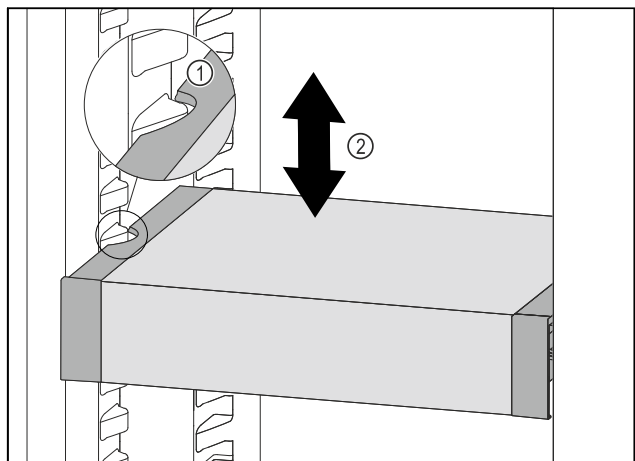

Fig. 100
- Húzza előre a VarioSafe fiókot annyira, hogy a VarioSafe oldalsó kivágásai a hűtőréssben a tartóborda magasságában legyenek. Fig. 100 (1)
- A hűtőréssben a VarioSafe fiókot mozgassa felfelé vagy lefelé a kívánt magasság eléréséig. Fig. 100 (2)